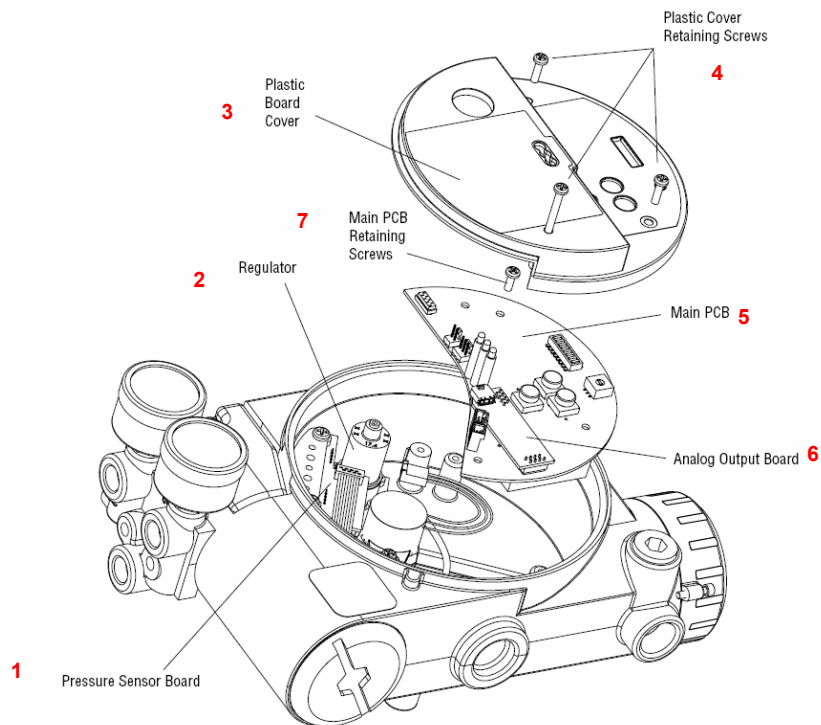

Рисунок 15. Главная печатная плата
29. Установите пластиковую крышку печатной платы. Вставьте три крепежных винта в отверстия крышки и равномерно затяните их крестообразной отверткой. Не затягивайте винт слишком сильно (см. рис. 15).
4. Отверните три крепежных винта и снимите пластиковую крышку печатной платы (см. рис. 15).
три крепежных винта в отверстия крышки и равномерно затяните их крестообразной отверткой. Не затягивайте винты слишком сильно (см. рис. 15).
9. Установите пластиковую крышку печатной платы. Вставьте три крепежных винта в отверстия крышки и равномерно затяните их крестообразной отверткой. Не затягивайте винты слишком сильно (см. рис. 15).
В приведенной ниже инструкции по замене датчика положения штока используются ссылки на рис. 15, 18 и 25. Для замены требуются следующие инструменты:
4. Отверните три крепежных винта пластиковой крышки главной печатной платы и затем снимите крышку (рис. 15)..
11. Установите пластиковую крышку печатной платы. Вставьте три крепежных винта в отверстия крышки и равномерно затяните их крестообразной отверткой. Не затягивайте винты слишком сильно (см. рис. 15).